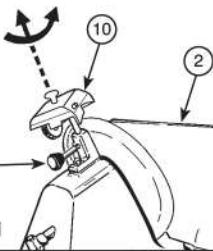

Abb. 1
- Darauf achten, dass der bewegliche Restehalter (2) geschlossen ist (Einstellrad (6) in Position "0").
- Lösen Sie den Sperrknopf (23) von der Schleifeinheit (10).
- Heben Sie die Schleifeinheit (10) an, drehen Sie sie um 180°, sodass sich beide Räder in Betriebsstellung befinden. Siehe Abb. 1
- Die Schleifeinheit (10) ablassen, bis sie einrastet.
- Die Einheit durch Drehen des Sperrknopfs (23) sichern.
- Einschalten (5).
- Taste (26) drücken und das Messer ca. 1 Minute lang laufen lassen. Sobald das Messer still steht, prüfen, ob sich eine rau Kante gebildet hat.
- Nach der Überprüfung ob sich ein Grat gebildet hat, schalten Sie das Gerät ein und drücken Sie die Taste (27) vorsichtig ca. 3 Sekunden lang, um den während des Schärfens gebildeten Grat zu entfernen.